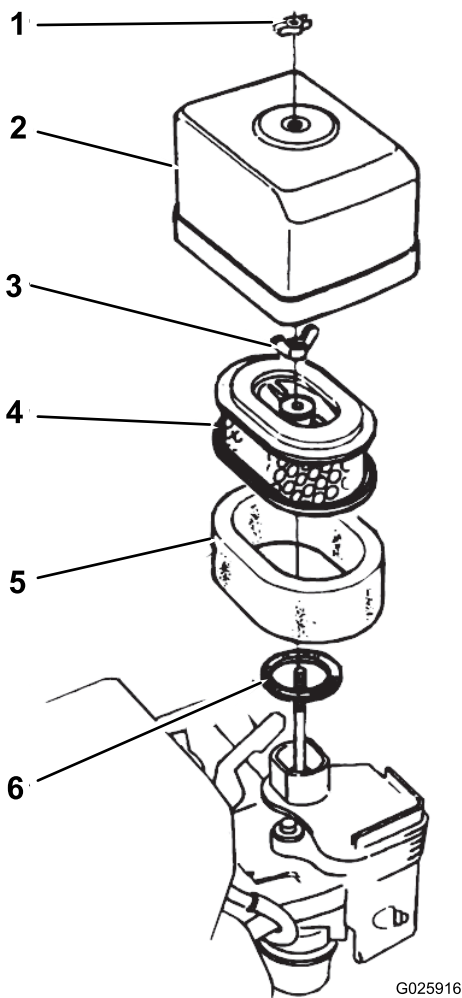

図 30
- エアクリーナカバーをエアクリーナ本体に固定している蝶ナットを取り、カバーを外す **図 30**。
5. エアクリーナにエアクリーナのカバーを取り付ける蝶ナットを使用 図 30。
1. エアクリーナカバーをエアクリーナ本体に固定している蝶ナットを取り、カバーを外す 図 30。
2. エアフィルタの蝶ナットを取り、フィルタを外す 図 30。
3. ペーパーフィルタからスポンジエレメントを外す 図 30。
1. ペーパー元素にスポンジ元素を取り付ける 図 30。
2. ガasketが磨耗や破損していないか点検する 図 30。
3. ガasketをキャブレターの吸気口に正しく取り付ける 図 30。
4. エアフィルタの元素をキャブレターに蝶ナットで取り付ける 図 30。
5. もう一つの蝶ナットで、エアクリーナカバーをキャブレターに取り付ける 図 30。